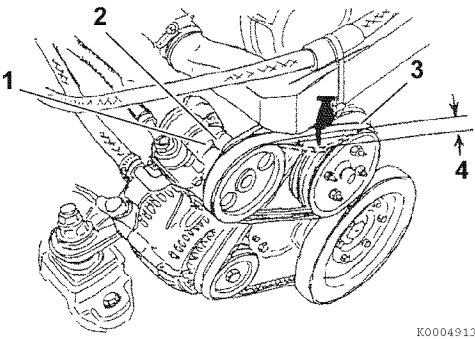

Figura 16
- 1. Compruebe la correa presionando su centro (3, **Figura 16**) con el dedo. Con la tensión adecuada, la correa debe curvarse entre 8 y 10 mm (aproximadamente 3/8 in.) (4, **Figura 16**).
- 2. Afloje el tornillo de la bomba de dirección asistida (2, **Figura 16**) y mueva la bomba de combustible (1, **Figura 16**) para ajustar la tensión de la correa.